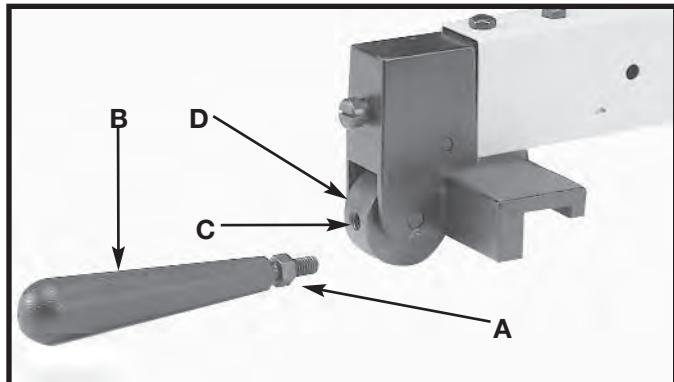
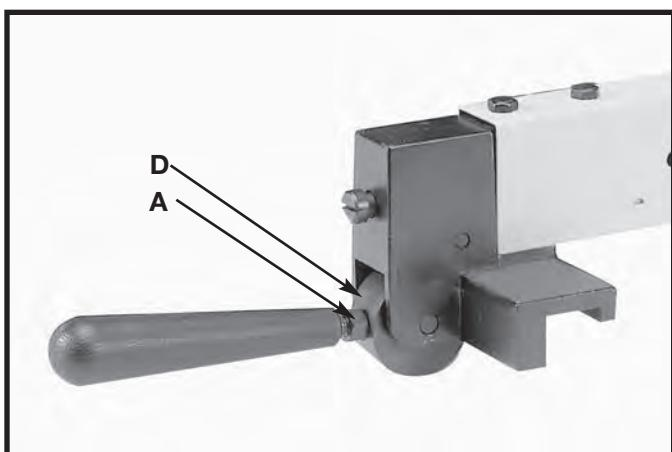

Fig. 24
Fig. 25
- Desenrosque a rosca sextavada M8x1.25 (A) Fig. 24 na cavilha do punho até aproximadamente a metade (B).
- Rosqueie o punho (B) Fig. 24 no furo roscado (C) no came da guia de corte (D). Aperte a porca sextavada (A) Fig. 25 em contato com o disco (D).